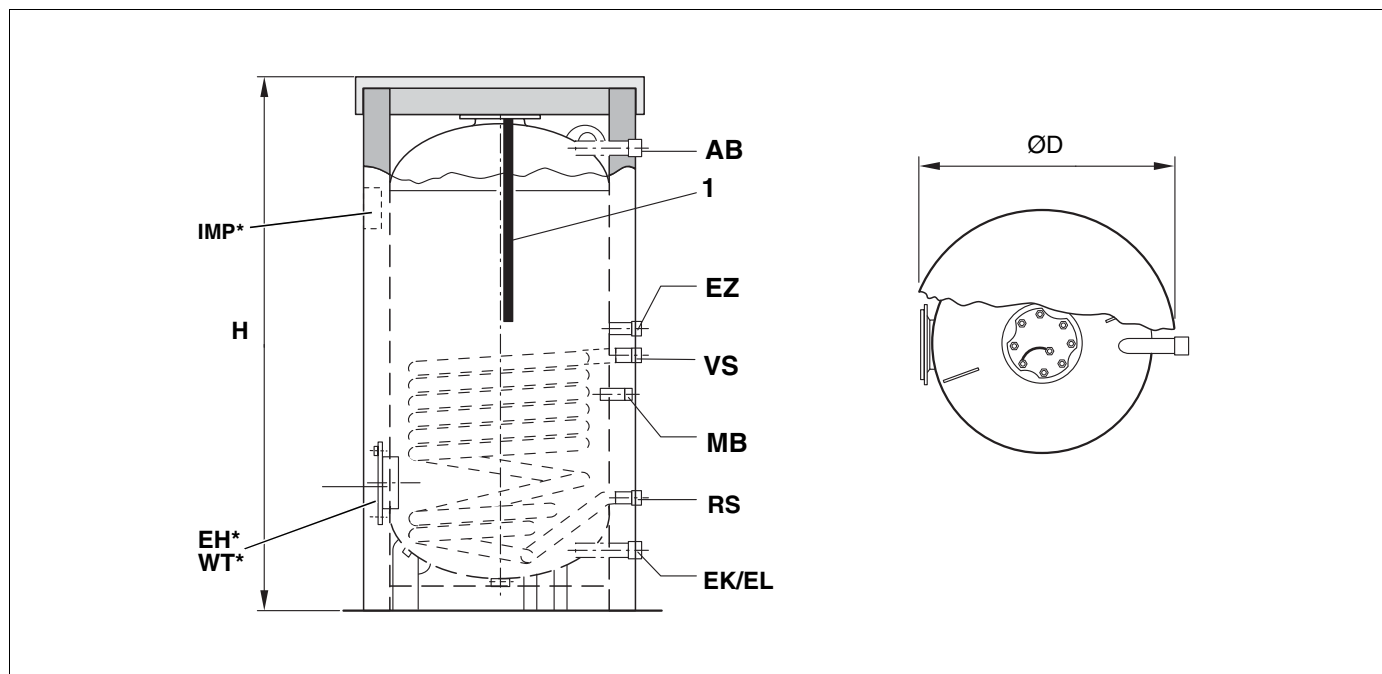

Рис. 2 Размеры и подключения
- Установить датчики в гильзу на задней стороне бака-водонагревателя (рис. 2, стр. 4).